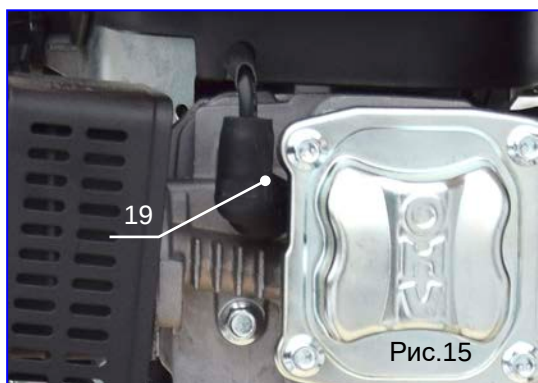

Рис.15
1. Снимите наконечник высоковольтного провода (поз.19, рис.15) со свечи и выверните ее с помощью свечного ключа.